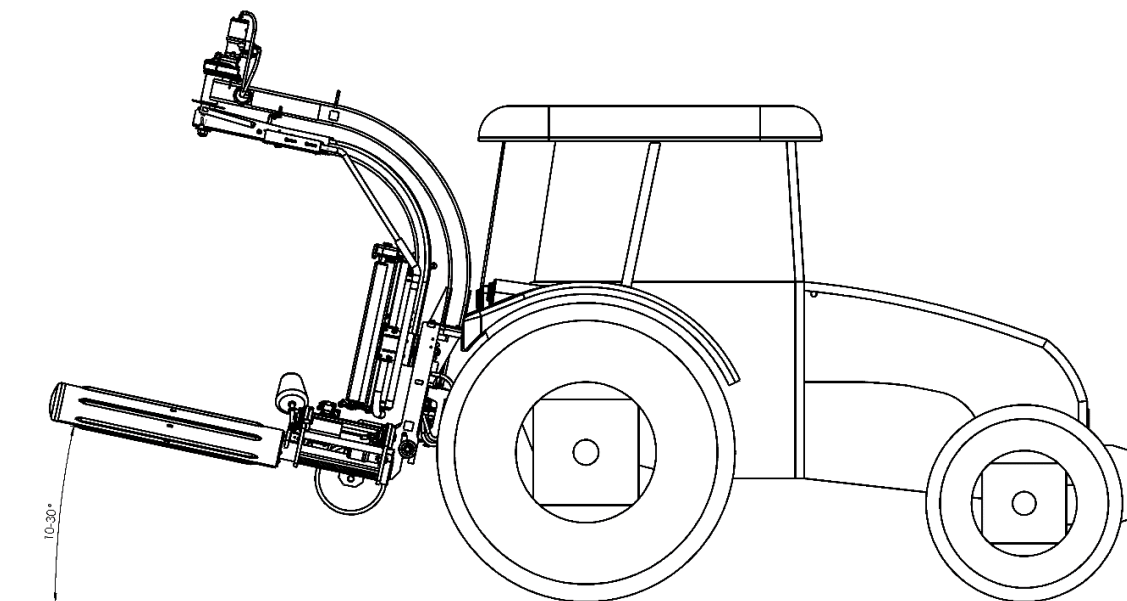

рисунок 19. Транспортировочное положение
3. Поднимите обмотчик в транспортное положение (рис. 19).